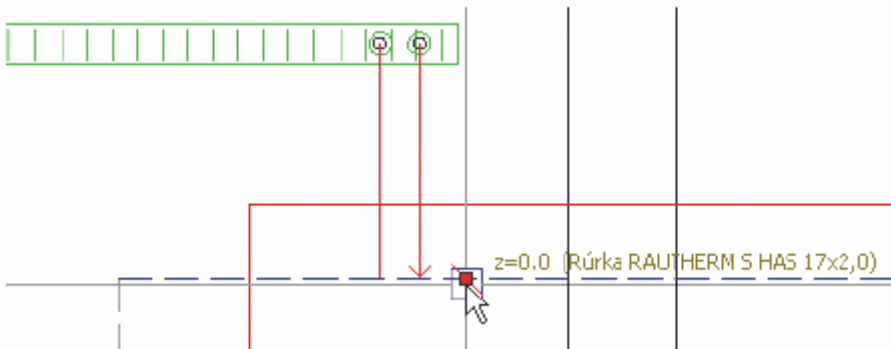

Рис. 3.2-38 Присоединение трубопровода от отопительных приборов прямо к распределительному трубопроводу
12. Трубопровод от отопительного прибора можете присоединить и соединить также другим способом. Если присоединены и соединены трубопроводы к котлу и самому удаленному отопительному прибору, можете трубопроводы от остальных приборов присоединить прямо к распределительному трубопроводу без дополнительного удлинения трубопровода. Таким образом приблизитесь к прибору, к которому еще не был присоединен трубопровод, щелкните кнопку *Create couple of pipes/Создать пару трубопроводов* и опять по вышеуказанному способу присоедините трубопровод к отопительному прибору таким образом, что левой кнопкой мыши щелкнете на отопительный прибор, в диалоговом окне выберете соответствующую присоединительную гарнитуру и «тянете» трубопроводы вплоть до ближайшего распределительного трубопровода, который того же типа как и трубопровод, который именно задаете. Тип задаваемого трубопровода показывает цвет рамки вокруг курсора. Задаваемый трубопровод в паре трубопроводов выделен стрелкой. Щелкните на нем левой кнопкой мыши, и программа автоматически соединит трубопроводы на необходимом месте. (Рис. 3.2-38)